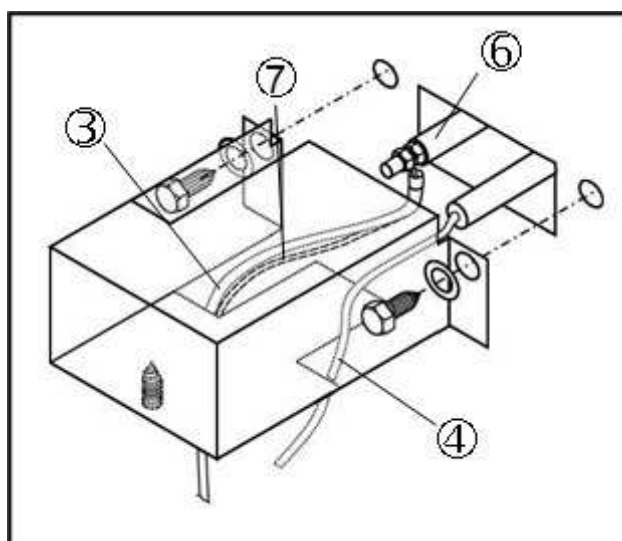
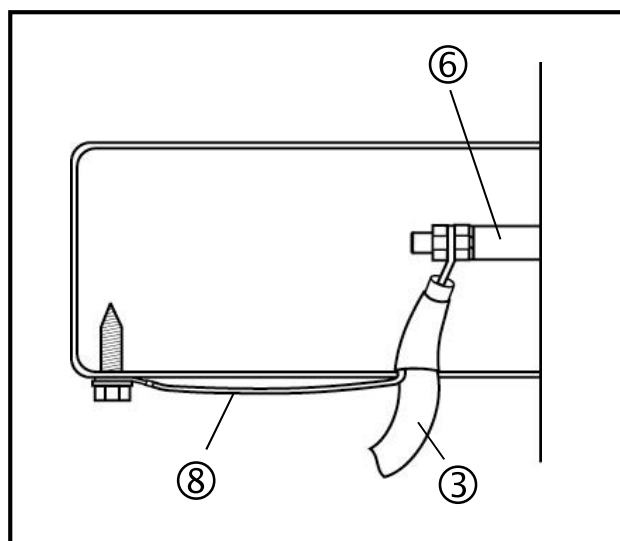

Fig. 14: Montaje de la protección contra descargas
Fig. 15: Sección de la protección contra descargas
- ⇒ Conecte el cable de ignición con puesta a tierra (4) con el electrodo de ignición (6) (Fig. 14). Fije la puesta a tierra (8) del cable con un tornillo de chapa metálica de cabeza hexagonal en el orificio interior de la protección contra descargas. Asegúrese que el asentamiento es correcto. (Fig. 15)